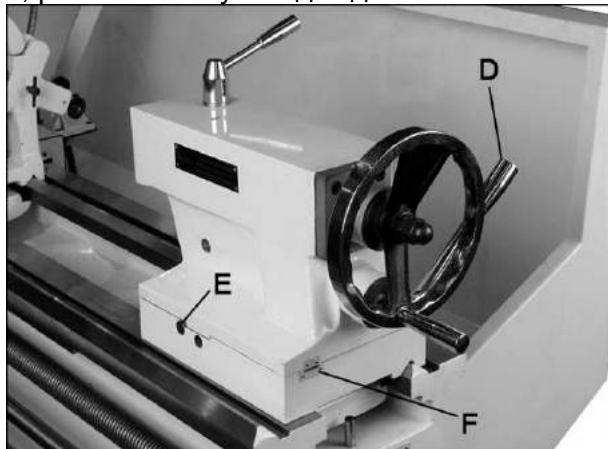

Рис.32
С помощью задней бабки можно точить заготовки с конусом до 5 градусов. См. Рис.32.
1. Ослабьте заднюю бабку, опустив зажимную рукоятку (D).
2. Поочередно ослабляйте и зажимайте передние и задние винты (E) (на Рис.32 показан только передний винт).
3. Отрегулируйте смещение задней бабки с помощью регулировочных винтов (E, Рис.32).